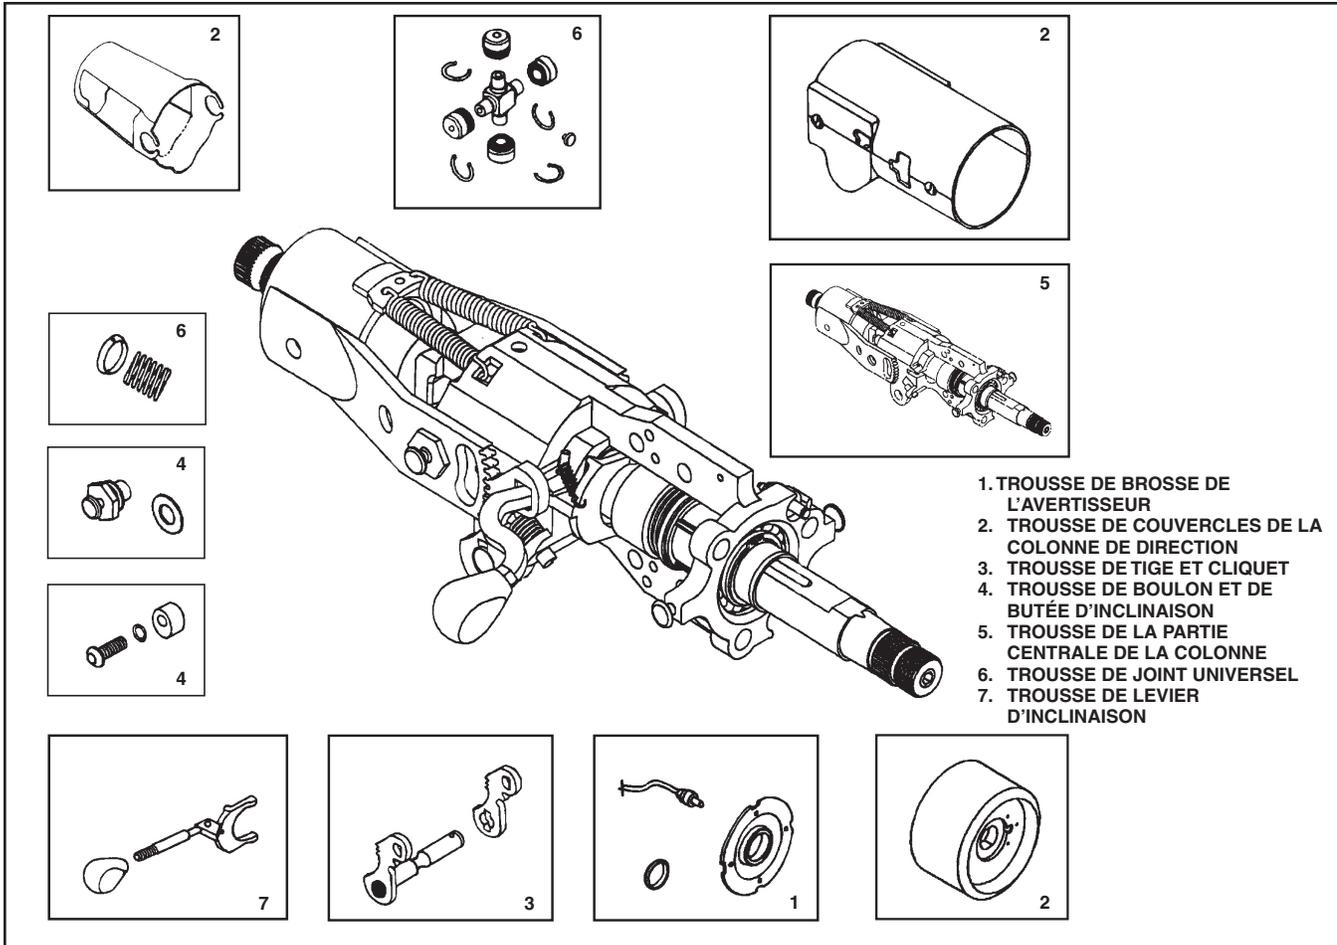

Figure 3 - Trousse de remplacement de la colonne de direction (typique)
5. Séparer le couvercle supérieur du couvercle inférieur afin d'accéder aux composants internes de la colonne de direction. Voir Figure 3.
Voir Figure 3.